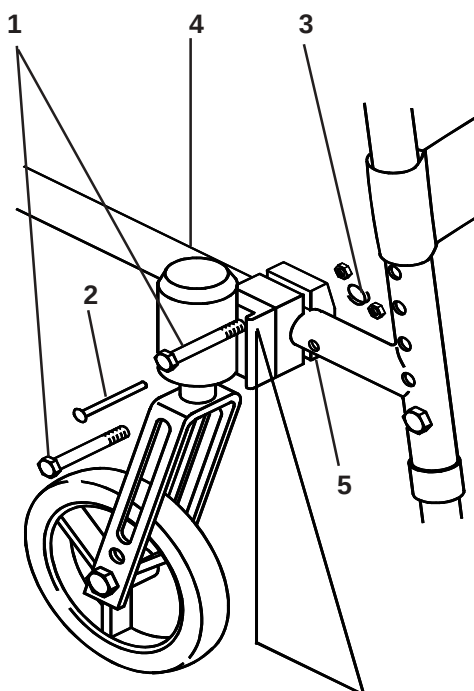

Fig. 50
Draai de twee excentrische bouten (1) los. Verwijder de scharnierpen (2) door het verwijderen van de borgveer (3). Schuif het balhoofdhuishuis (4) naar voren of naar achteren en plaats de scharnierpen in één van de voorgeboorde framegaten (5). Volg de bovenstaande instructies op voor het afstellen van de balhoofdhuishoek. Herhaal de procedure voor het afstellen van het andere balhoofdhuishuis (Fig. 50).